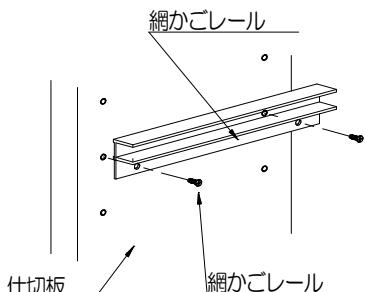

図1
- 側板・仕切板のインサートナットに網かごレールを取付ビスで取付けてください。(図1)